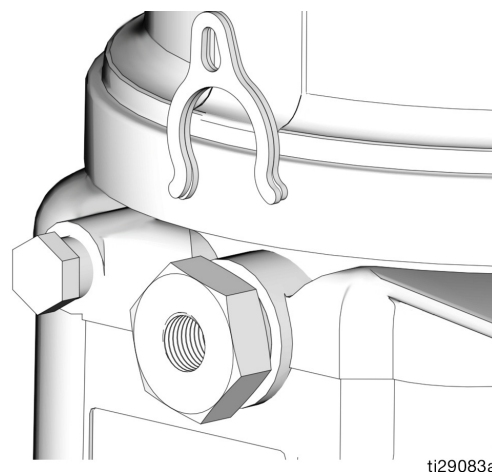

FIG. 20
Le volume de pompe est commandé en n'utilisant soit aucune (0) entretoise, soit 1 ou 2 entretoises (FIG. 20).